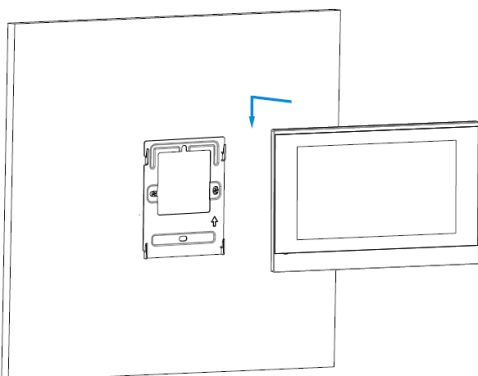

Рисунок 6: Монтаж устройства
8. Совместите устройство с кронштейном для настенного монтажа. Нажмите вниз, чтобы надежно зафиксировать устройство (Рисунок 6).